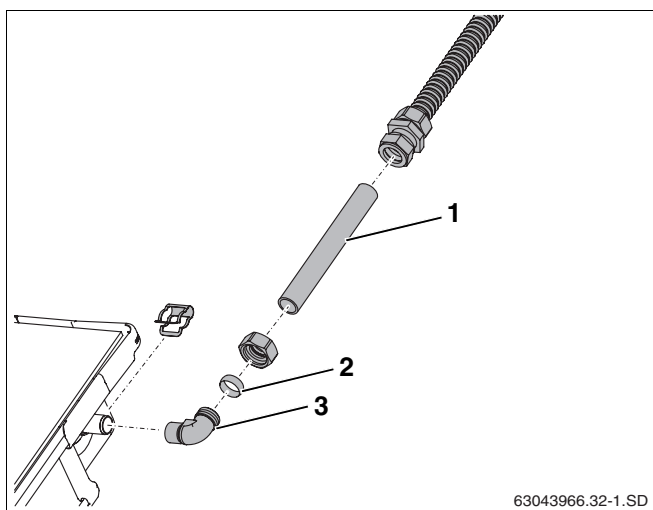

Fig. 61 Rallonger le tube de raccordement
- Monter l'anneau de serrage (fig. 61, **pos. 2**) et l'écrou-raccord sur l'équerre (fig. 61, **pos. 3**).
- Insérer le tube en cuivre raccourci (18 mm, fig. 61, **pos. 1**) dans les raccords-unions.